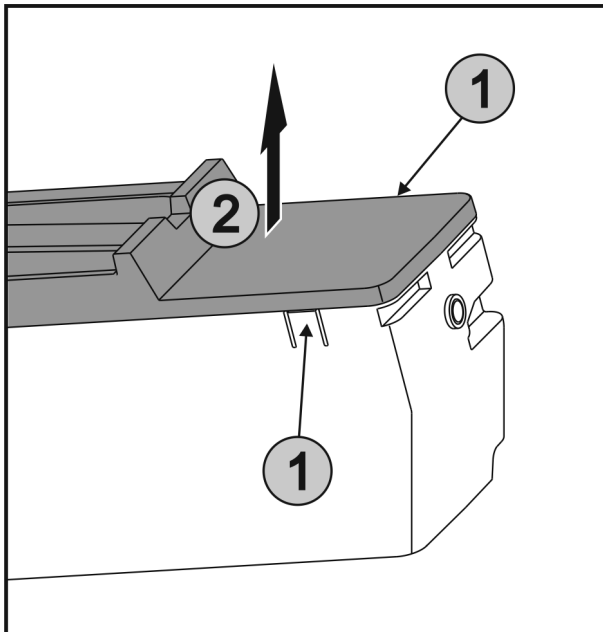

Fig. 57
- Laschen Fig. 57 (1) an den beiden Seiten von EasyTwist-Ice gleichzeitig drücken und die Abdeckung Fig. 57 (2) nach oben entnehmen.